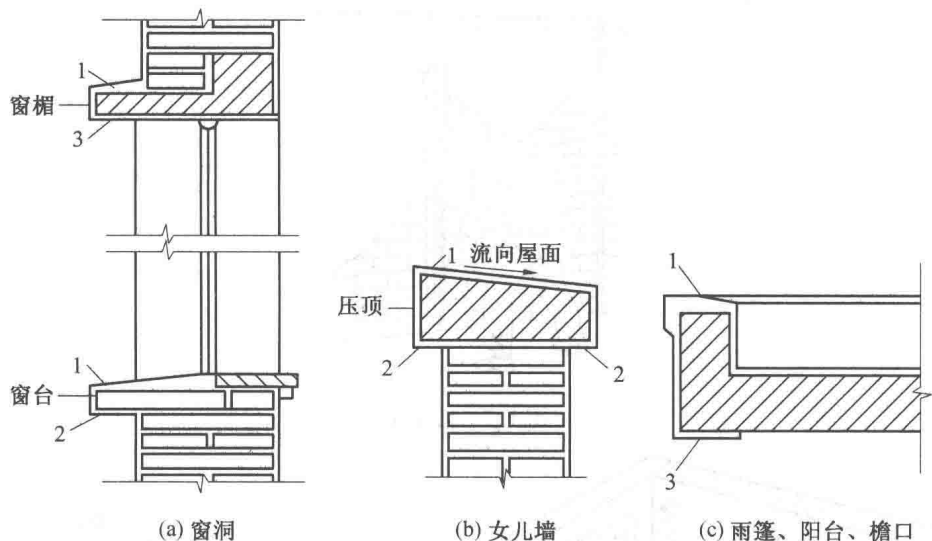

图 1.6 流水坡度、滴水线(槽)示意图
(5)流水坡度、滴水线(槽)(图 1.6)。外墙阳台、窗楣、雨篷、阳台、压顶以及突出腰线等,上面应做流水坡度,下面应做滴水线或者滴水槽。滴水槽的深度与宽度均应大于等于 10 mm,并整齐一致。